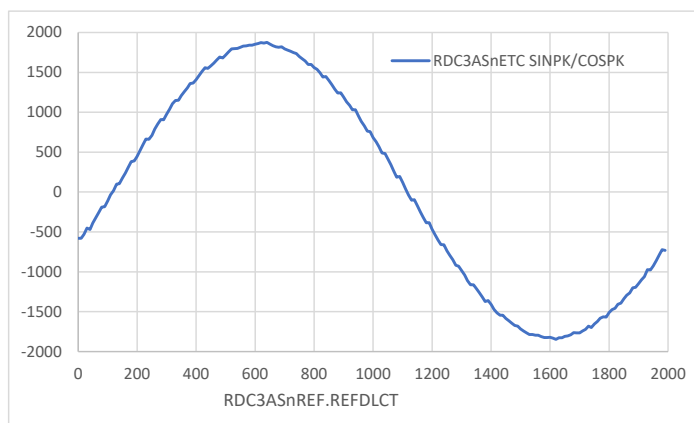

図 3-3 位相調整 (REFDLCT を変化させた際の RDC3ASnETC レジスタ取得値)
3. RDC3ASnETC 値が最大になる様、RDC3ASn.REF レジスタの REFDLCT[15:0] ビットの値を調整します。励磁周波数を 10kHz、設定角度 45 度とし、REFDLCT[15:0] を変化させた際の RDC3ASnETC の値の例を図 3-3 に示します。